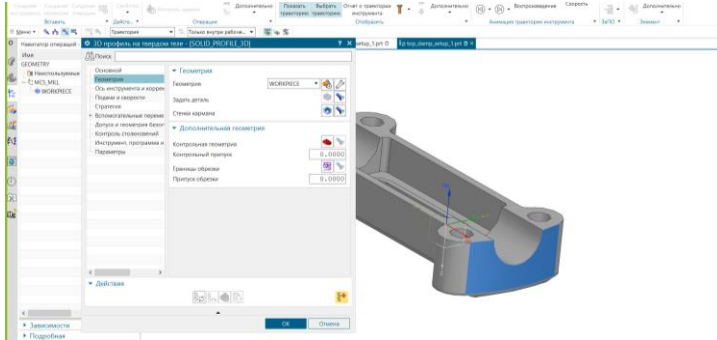
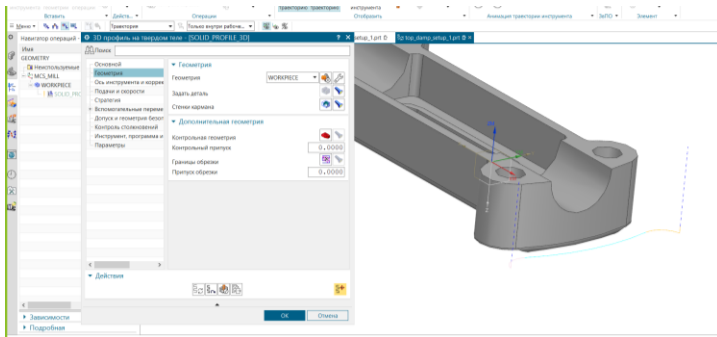

Рисунок 14 – Завдання геометрії стінки
Рисунок 15– Результат
14. Створимо операцію SOLID\_PROFILE\_3D. Вкажіть грань, як на рис. 14. і генеруйте операцію. Результат показаний на рис. 15.